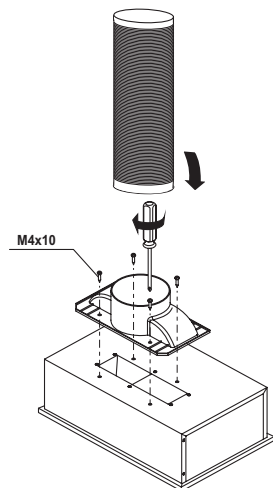

Рис. 4
3. С помощью винтов из монтажного комплекта и отвертки закрепите адаптер воздуховода на корпусе вытяжки. (Рис. 4)
5. Присоедините воздуховод к адаптеру (Рис. 4), выведите другой конец воздуховода в вентиляционную шахту, если вытяжка будет использоваться в режиме отвода воздуха.